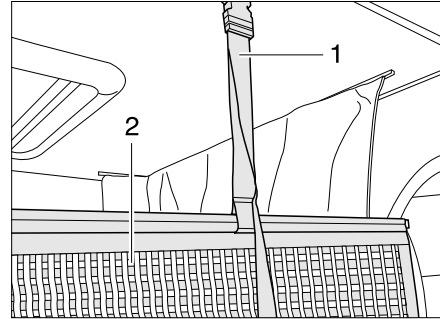

Bild 169 Halterung Sicherungsnetz
Das Sicherungsnetz (Bild 169,2) mit den Haltegurten ist unter der Matratze verstaut. Das Sicherungsnetz erst aufspannen, wenn sich die Personen bereits im Hubbett befinden.
- Die Haltegurte (Bild 169,1) in die Halterungen an der Decke einrasten.